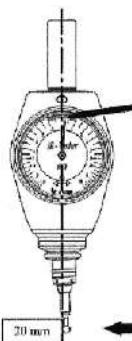

Рис. 7
- Измерьте отклонение между стрелкой и шкалой «0» 3D-тестера (рис. 7).